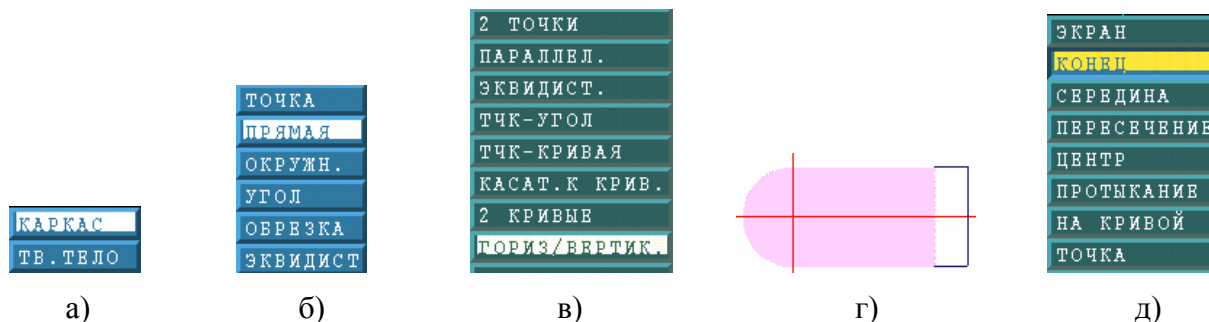

Рисунок 35 – Построение дополнительных кривых
- Нажимаем пункт меню **КАРКАС**. – каркасное моделирование (рисунок 35а).
- Открываются опции данного вида моделирования, где выбираем пункт **ПРЯМАЯ** (рисунок 35б).
- Появляется меню опций этой функции (рисунок 35в). Выбираем, например, пункт **ГОРИЗ/ВЕРТИК.** и достраиваем линии (рисунок 35г). В процессе построения используем привязки. Нажимаем правую кнопку мыши в области построения – открывается меню (рисунок 35д), где мы можем выбрать нужный пункт.